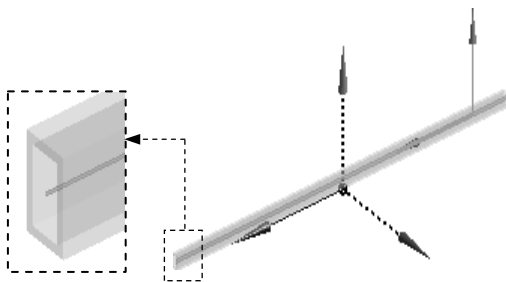

图 7.3.5 定义横截面参数
(2) 将横截面属性赋给线体。在“Tree Outline”中展开 **2 Parts, 2 Bodies** 节点，单击选中线体 **Line Body**，在弹出的“Details View”对话框中的 **Cross Section** 下拉列表中选择 **RectTube1** 选项，完成操作。
(3) 修改显示样式。选择 **View** → **Cross Section Solids** 命令，结果如图 7.3.5 所示。